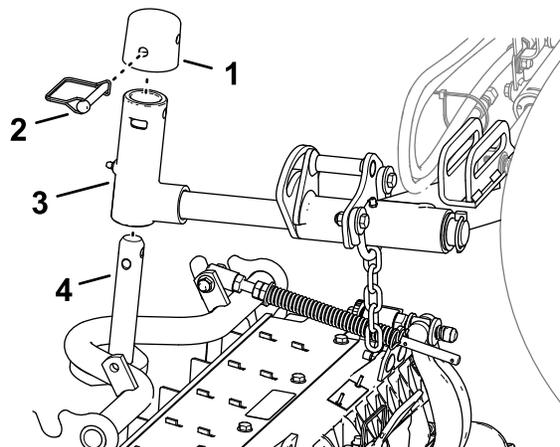

Рисунок 23
- Подведите режущий блок под подъемный рычаг (Рисунок 23).